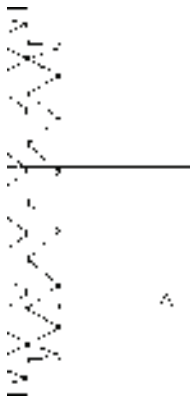

图 11-62 偏移辅助线
③ 偏移辅助线。单击“修改”工具栏中的“偏移”按钮，将水平辅助线向上偏移“18”，如图 11-62 所示。